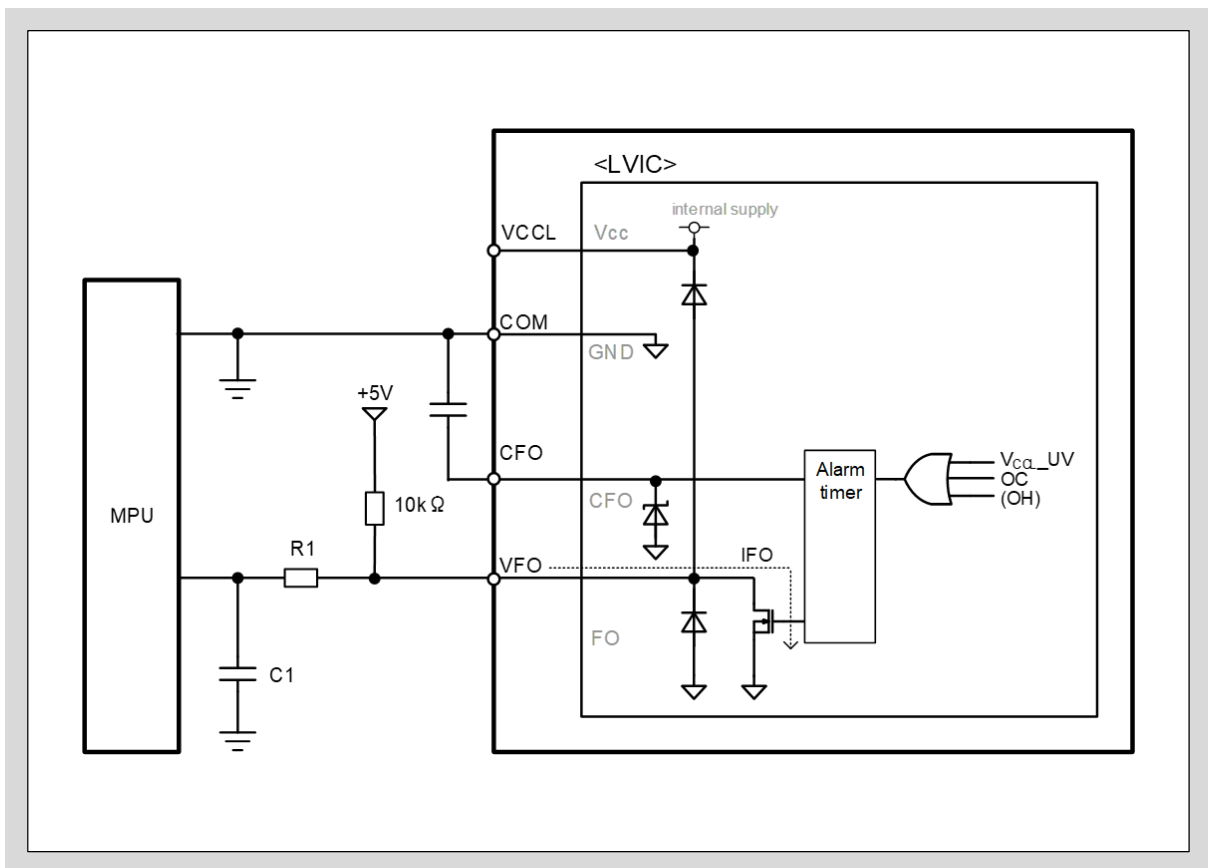
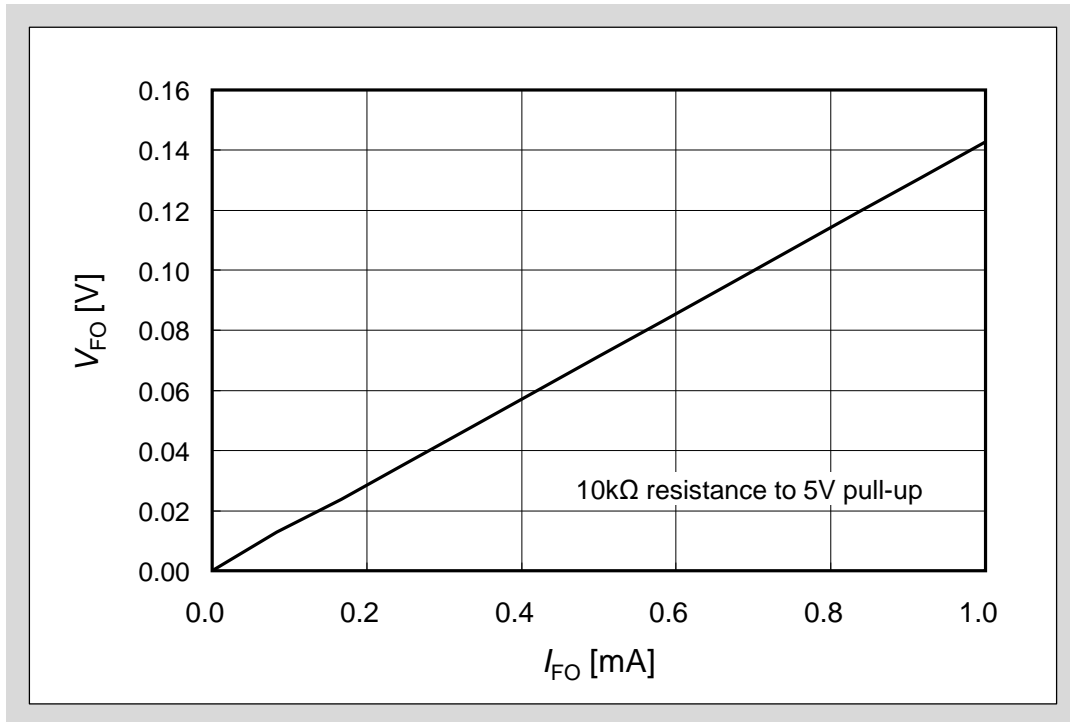

图3-21 VFO 引脚和 MPU I/O 的推荐连接电路
图3-22 报警输出时 VFO 引脚的 VI 特性
- 如图3-21所示，报警输出 VFO 引脚可以直接与 MPU 连接。VFO 引脚是开漏极输出，请使用10kΩ的外置上拉电阻和 5V 或者 3.3V 的逻辑控制用直流电源相连。此外，推荐在 MPU 连线时追加旁路电容C1和 5kΩ 以上的尖峰电流限流电阻。这些连线尽可能做到最短连接。
- 报警输出 VFO 在 V_{CC} 欠压保护 (UV)，过电流保护 (OC)，过热保护 (OH) 时输出报警。(过热保护仅内置于“6MBP**XTC065-50”。)
- 报警输出脉宽 (t_{FO}) 可以通过 CFO 引脚和 COM 引脚间的电容容量进行调整。电容为 22nF 时报警输出脉宽为2.4ms。 $t_{FO}C_{FO}(typ.) = t_{FO} \times (9.1 \times 10^{-6}) (F)$ 。
- 如图3-21所示， V_{CC} -VFO 以及 VFO-COM 引脚间电气上有二极管相连。这些二极管是为了保护 IPM 免受浪涌电压影响而内置的。如果将其作为稳压管使用，可能会导致 IPM 损坏，因此请不要将其作为稳压管用于电压钳位。
- 图3-22是报警输出时 VFO 引脚的电压-电流特性图。 I_{FO} 是图3-21所示 VFO 引脚的漏电流。